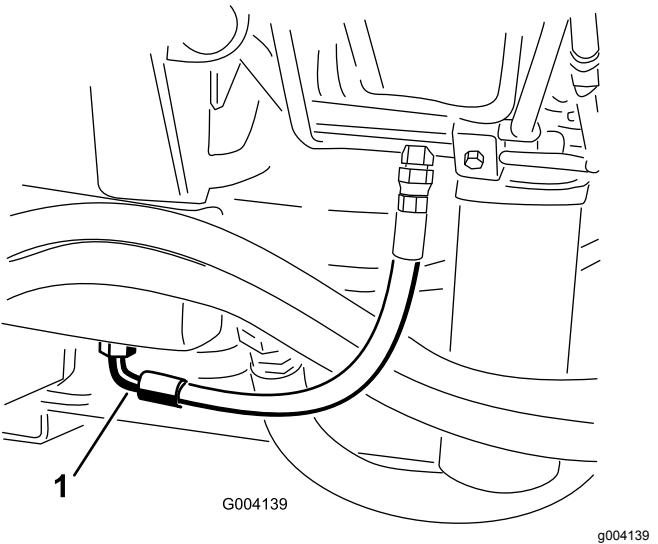

Figura 70
2. Coloque um recipiente de escoamento grande debaixo do encaixe preso à parte de baixo do reservatório do fluido hidráulico (Figura 70).